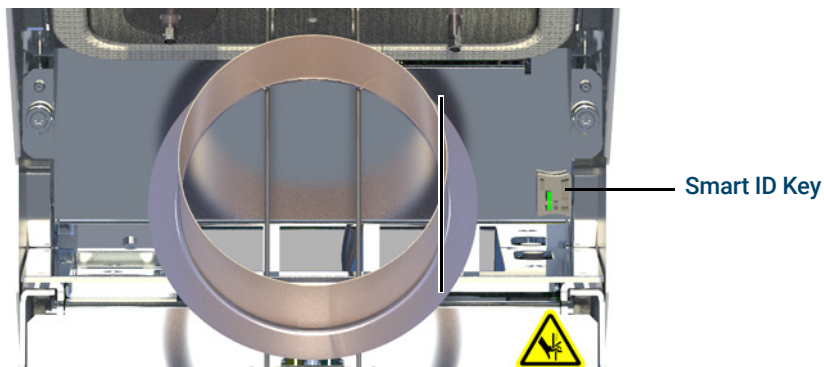

Abbildung 8. Smart ID Key einsetzen
**13** Falls verfügbar, setzen Sie den neuen Smart ID Key der Säule ein. Siehe **Abbildung 8**.